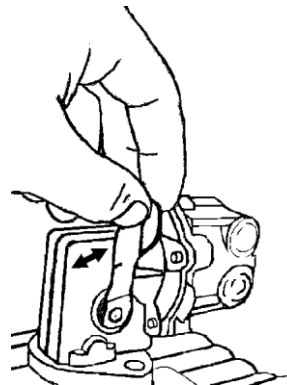

Fig. 5.3
- (1) Controleer of de brandstofkraan bij de tank geopend is..
- (2) Voor motoren uitgerust met een Ronim-V of SMI keerkoppeling: beweeg de hendel van de brandstofpomp 6 of 7 keer op en neer (fig. 5.3). Als de handpomp verstopt is, gaat het ontlichten moeizaam. Verwijder in dit geval de luchtventilatiebout en inlaatkant van de brandstofslang. Reinig vervolgens de klep van de pomp met hoge luchtdruk.